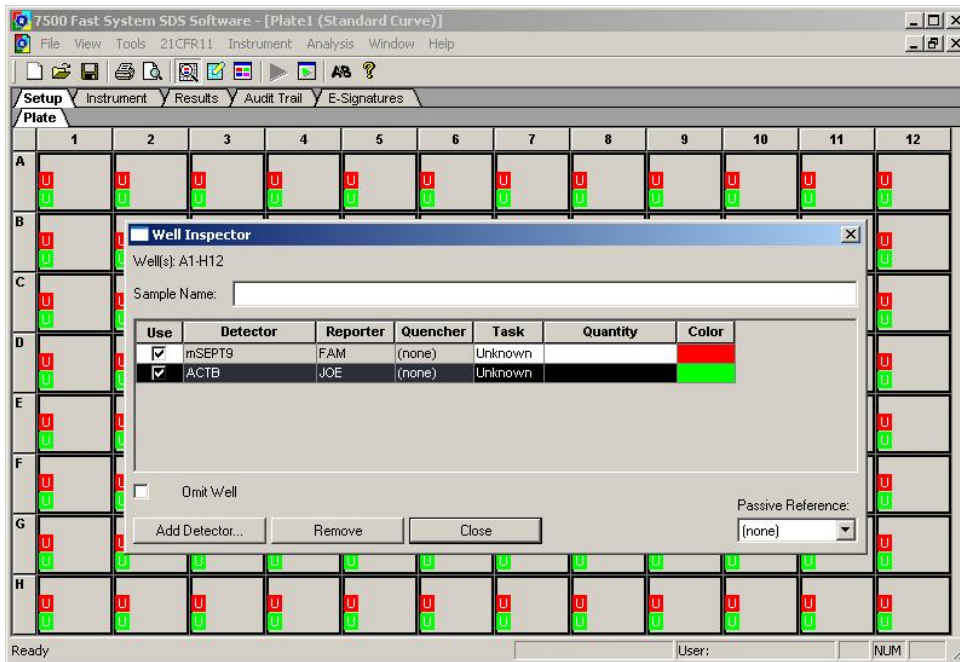

Figure 1: Capture d'écran du logiciel SDS v1.4 après avoir confirmé les paramètres dans la fenêtre "Well Inspector".
- Vérifier que le réglage de la Référence Passive est sur "(none)" (voir Figure 1).